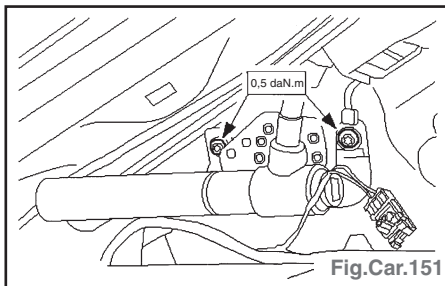

Fig.Car.151
- Déposer les vis de fixation arrière de module airbag rideau latéral (Fig. Car.151).